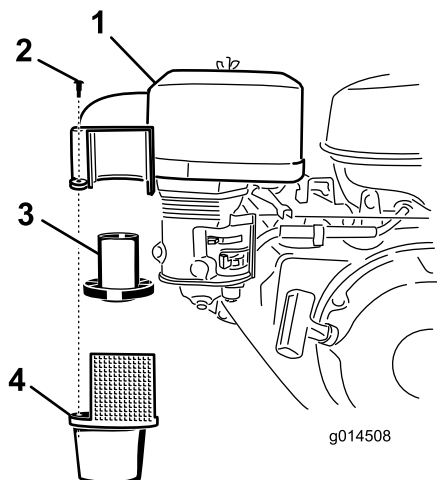

Figure 39
2. Déposez le boîtier de cyclone avec la crépine d'entrée d'air et déposez le guide d'air (Figure 39).
5. Alignez la crépine d'entrée d'air du boîtier de cyclone sur l'ouverture du couvercle du filtre à air. Assemblez avec précaution le boîtier de cyclone et le boîtier du filtre (Figure 39).
6. Fixez le boîtier de cyclone au couvercle du filtre à air avec les vis retirées à l'étape 1 (Figure 39).